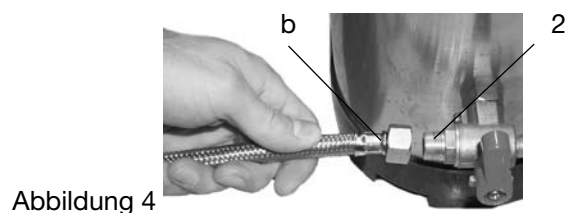

Abbildung 4
2. Verbinden Sie den Schlauch **b** der Ansaugleitung der eingebauten Pumpe mit dem Ventil **2** des Wasserenthärters (Abbildung 4).